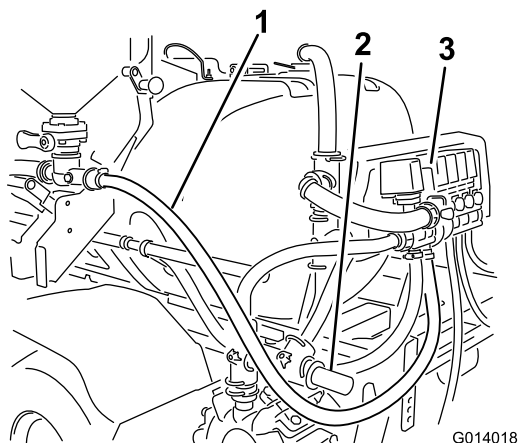

Figura 27
1. Encaminhe a extremidade aberta do tubo de alimentação para trás. O tubo passa a bomba e volta para trás em direcção à válvula sob a válvula de descarga (Figura 27).
2. Ficando por baixo do tubo de agitação, mas acima da montagem do lado esquerdo da rampa central, encaminhe o tubo para cima para a válvula do misturador (Figura 27).